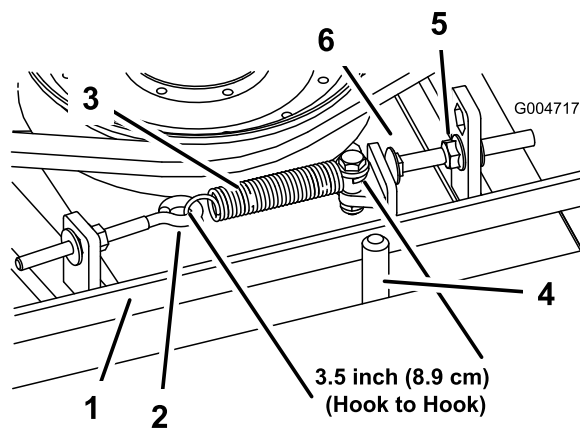

Рисунок 73
При правильном натяжении внутренняя длина пружины растяжения (между зацепами) должна быть приблизительно 8,3–9,5 см. После того, как будет достигнуто правильное натяжение пружины растяжения, отрегулируйте упорный болт (каретный болт) так, чтобы между головкой болта и рычагом натяжного шкива оставался зазор 2–5 мм (Рисунок 73).
Примечание: Убедитесь в том, что ремень расположен на направляющей ремня со стороны пружины (Рисунок 73).
2. Ослабьте рым-болт, чтобы можно было снять пружину растяжения (Рисунок 73).
3. Ослабьте фланцевую гайку, которая крепит упорный болт к монтажному выступу, и отодвиньте натяжной шкив от ремня, чтобы ослабить натяжение ремня (Рисунок 73).
9. Подсоедините пружину растяжения (Рисунок 73) к рым-болту и натяните ремень следующим образом: